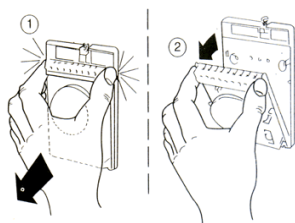

рис. 2
- 2) Разбираете среднюю часть термостата (рис. 2):